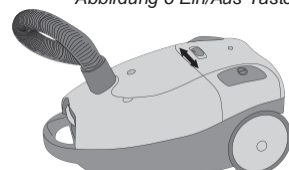

Abbildung 7 Saugkraftregler
9. Sie können die Saugkraft mit dem Saugkraftregler einstellen, siehe Abbildung 7. Wenn Sie zum Beispiel gepolsterte Möbel oder Gardinen saugen, ist es ratsam, die Saugkraft zu verringern. Dadurch verhindern Sie, dass die Textilien in die Saugdüse gezogen werden.